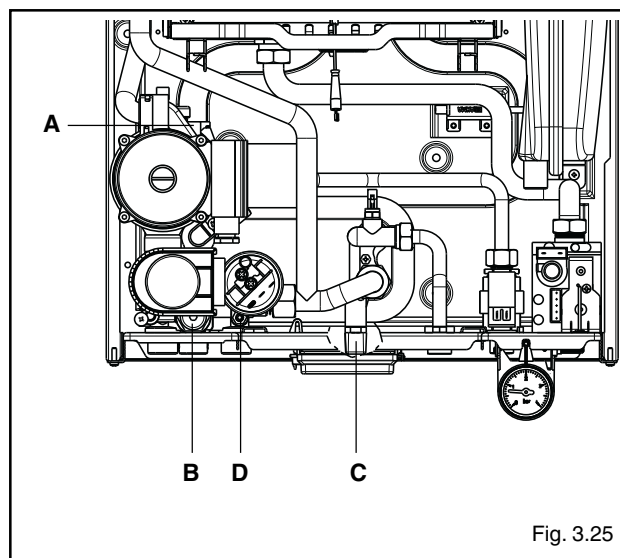
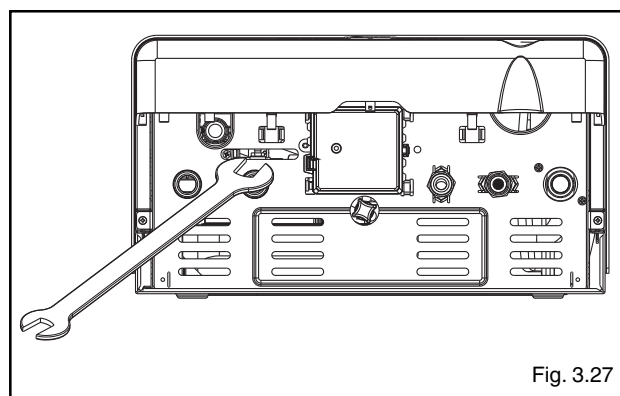

Fig. 3.25
Fig. 3.27
Per i riferimenti ai vari componenti consultare il disegno raffigurato in fig. 3.25.
- allentare la valvola di scarico caldaia (D, fig. 3.25) attraverso l'apertura posta sul fondo della caldaia (fig. 3.27)